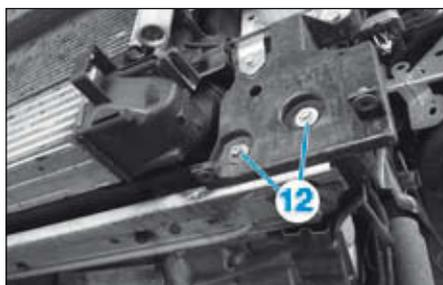

FIG.83
- les vis inférieures (12) (Fig.83).